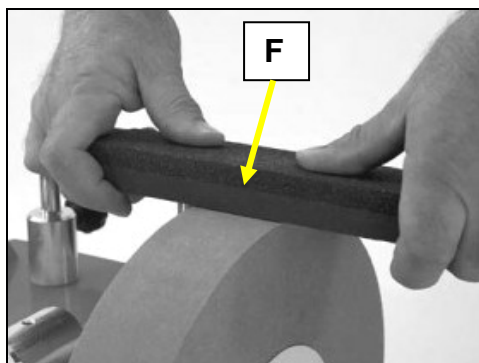

Fig 22
- Pour changer le grain de la meule, mettez en route la machine (cf. §7.2) et appuyez le côté fin du prépare-meule (F) contre la meule (Fig 22).
- Pour retrouver la granulométrie d'origine (Gr.220), appuyez le côté rugueux du prépare-meule contre la meule (Fig 22).